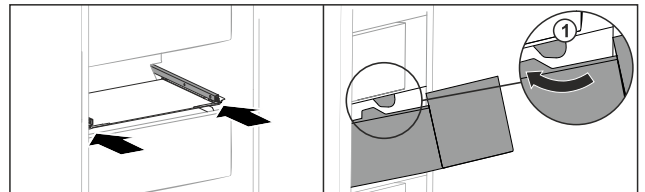

Fig. 147
- ▶ Обвести висувний ящик навколо стопора Fig. 147 (1).